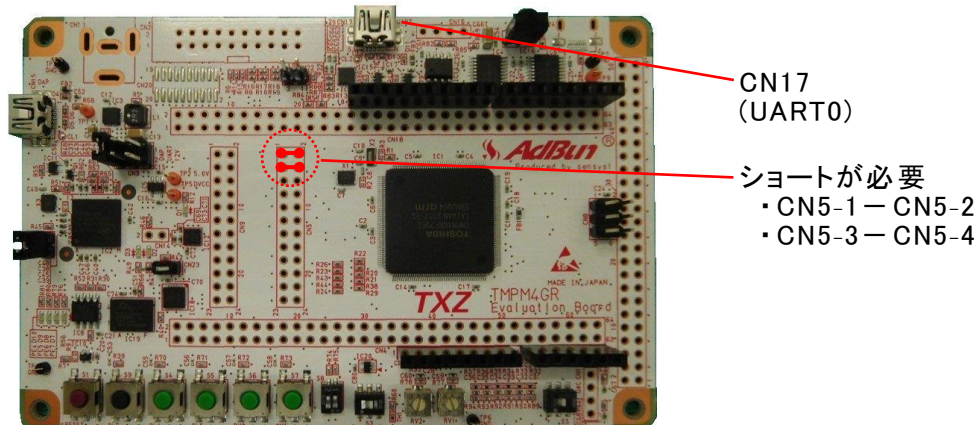

図 1 UART を USB で接続
開発時にはターゲットボードの CN17 を UART0 として PC と接続する(図 1 参照)。
- ◆ AdBun-M4GR では、CN17 を利用する場合、CN5 のスルーホールの一部をショートする必要があるので注意すること。(図 1 の  の部分)